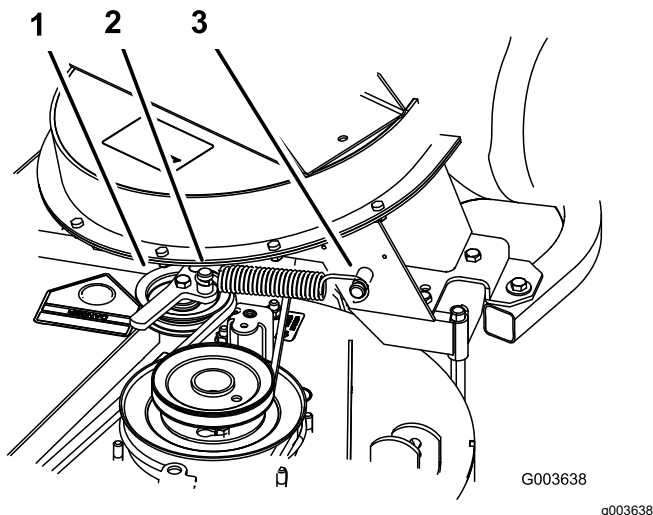

Figura 20
4. Montate la molla come illustra Figura 20.